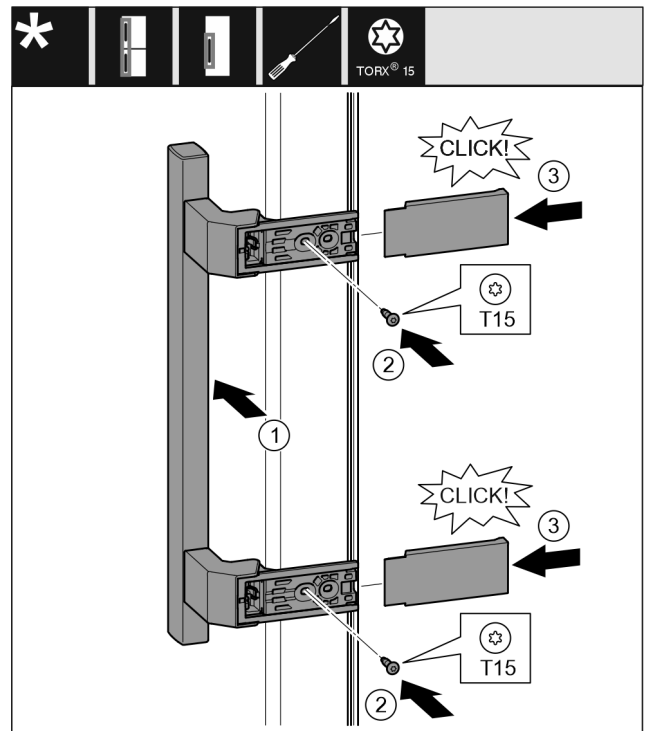

Fig. 40
- ▶ Griff auf der Gegenseite ansetzen. Fig. 40 (1)
- ▶ Die Schraublöcher müssen genau übereinander liegen. Fig. 40 (2)
- ▶ Abdeckungen seitlich ansetzen und aufschieben. Fig. 40 (3)